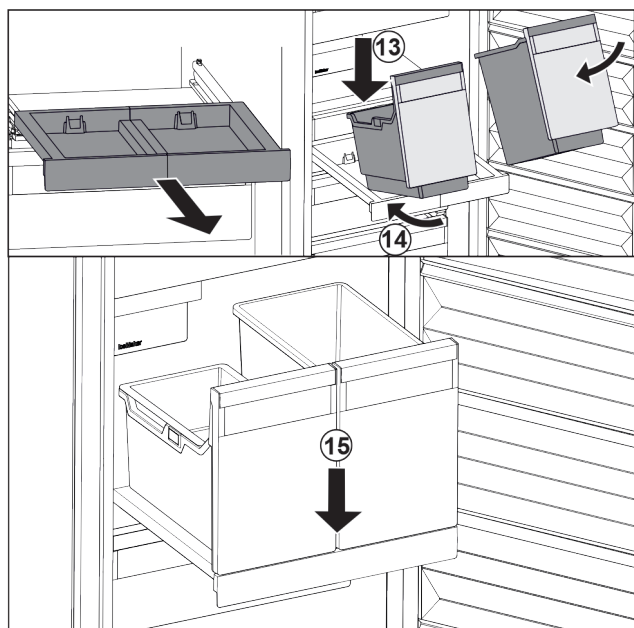

Fig. 29
- ▶ Nasadte nádobu šikmo na vysouvací desku. Fig. 29 (13)
- ▶ Zasuňte nádobu šikmo dozadu. Fig. 29 (14)
- ▶ Usadte vpředu nádobu. Fig. 29 (15)